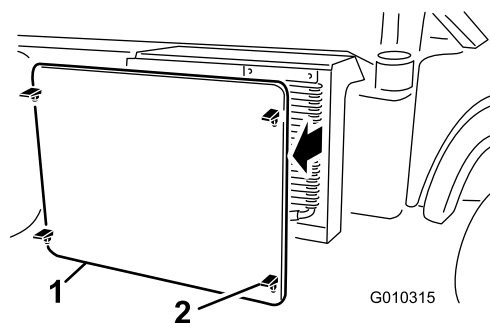

Figura 56
2. Sganciate e togliete la griglia del radiatore dalla parte anteriore del radiatore (Figura 56).